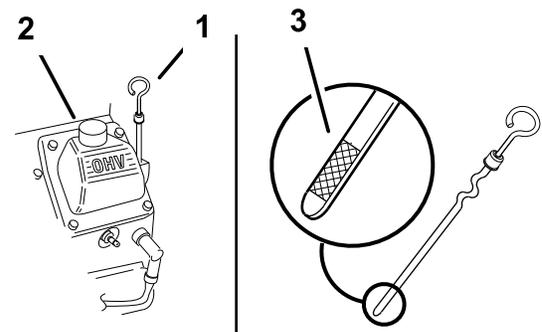

Figura 19
3. Limpie alrededor de la varilla de aceite (Figura 19) para impedir que caiga suciedad por el orificio de llenado y cause daños en el motor.
4. Desenrosque la varilla de aceite y limpie el extremo (Figura 19).
5. Deslice la varilla a fondo en el tubo de llenado, pero no la enrosque en el tubo (Figura 19).
6. Vierta lentamente un 80% aproximadamente de la cantidad especificada de aceite por el tubo de llenado (Figura 19).